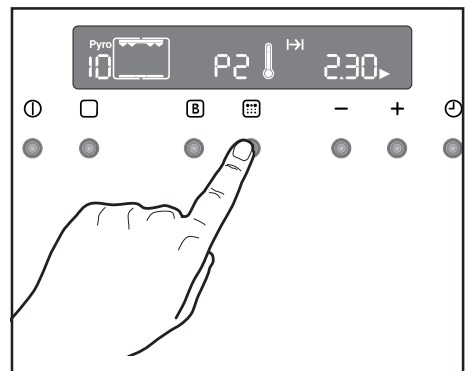

Fig. 20
4. Pour confirmer la fonction pyrolyse souhaitée, appuyez sur la touche **[3x3]**. L'inscription "Pyro" cesse de clignoter et le symbole **|----|** s'efface ; le signal sonore se désactive, l'éclairage du four s'éteint et le cycle de nettoyage par pyrolyse démarre (Fig. 20).